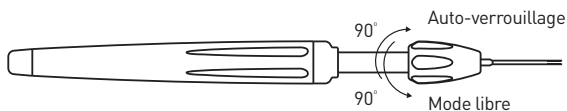

Figure 3 - Modes de la poignée
4. Vérifier que les deux modes de la poignée sont efficaces (mode libre et auto-verrouillage). Passer d'un mode à l'autre en faisant pivoter la partie supérieure de la poignée de manière à effectuer une rotation à 90° (voir Figure 3).